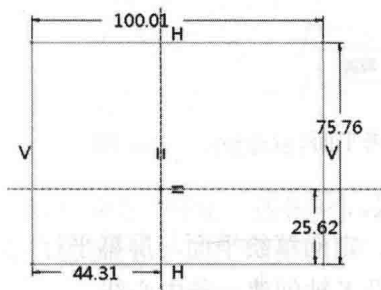

图 1-8 绘制任意矩形
(9) 单击“草绘”区域的“中心线”按钮，沿 X 轴、Y 轴各创建一条中心线。
(10) 单击“拐角矩形”按钮，在工作区中任意绘制一个矩形，单击鼠标中键，所绘制的矩形如图 1-8 所示。
(11) 单击“对称”按钮，先选中 A 点，再选中 B 点，然后选竖直中心线，A、B 关于竖直中心线对称。用同样的方法，先选中 A 点，再选中 D 点，然后选水平中心线，A、D 关于水平中心线对称。
(12) 单击“相等”按钮，选中 AB，再选中 AD，设定线段 AB 与 AD 长度相等。